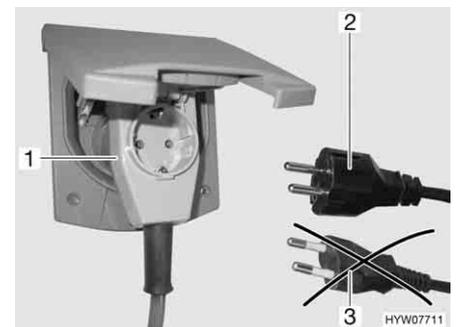

Bild 106 Anschluss an eine Winkelkupplung mit Steckdose
- ▶ Bei Verwendung einer CEE 17 Winkelkupplung mit rückseitig eingebauter Steckdose (Bild 106,1) nur einen gummierten und versiegelten IP 44 Stecker mit Schutzkontakt (Bild 106,2) verwenden. Keine Stecker ohne Schutzkontakt (Bild 106,3) verwenden. Gefahr eines Stromschlages!